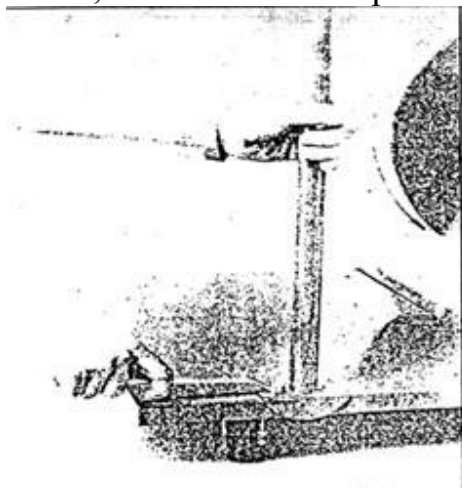

Рис. 11
- Закрепите опорные стойки двух пылевых емкостей в соответствующем положении, как показано на рис. 11 и 12.